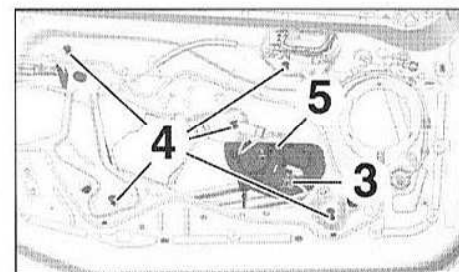

FIG.74
- Débrancher le connecteur (3) (Fig.74).
- Desserrer les écrous (4).
- Déposer le mécanisme de lève-vitre de porte avant (5).